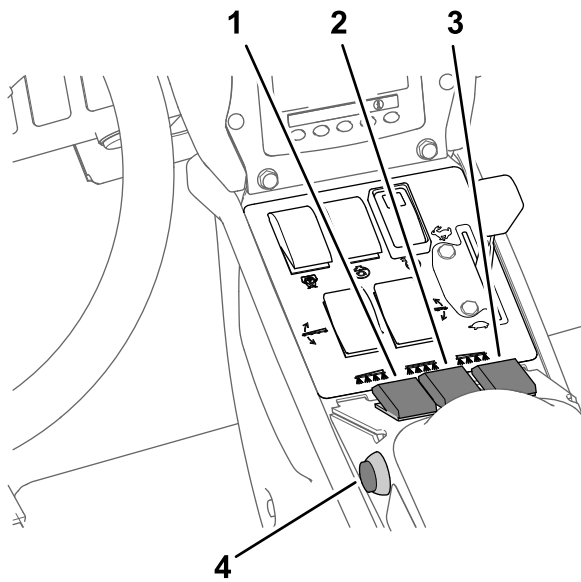

Bild 41
7. Stellen Sie die Sprühabschnittschalter in die EIN-Stellung (Bild 41).
10. Fahren Sie mit der gewünschten Geschwindigkeit und stellen Sie den Hauptabschnittsschalter in die EIN-Stellung, um mit dem Sprühen zu beginnen (Bild 41).
3. Stellen Sie den Hauptabschnittsschalter in die AUS-Stellung, siehe Bild 41 in Sprühen im Dosierungsmodus \(Seite 38\).
7. Stellen Sie die Schalter der einzelnen Abschnitte nach Wunsch in die EIN-Stellung, siehe Bild 41 in Sprühen im Dosierungsmodus \(Seite 38\).
9. Fahren Sie mit der gewünschten Geschwindigkeit und stellen Sie den Hauptabschnittsschalter in die EIN-Stellung, um mit dem Sprühen zu beginnen, siehe Bild 41 in Sprühen im Dosierungsmodus \(Seite 38\).